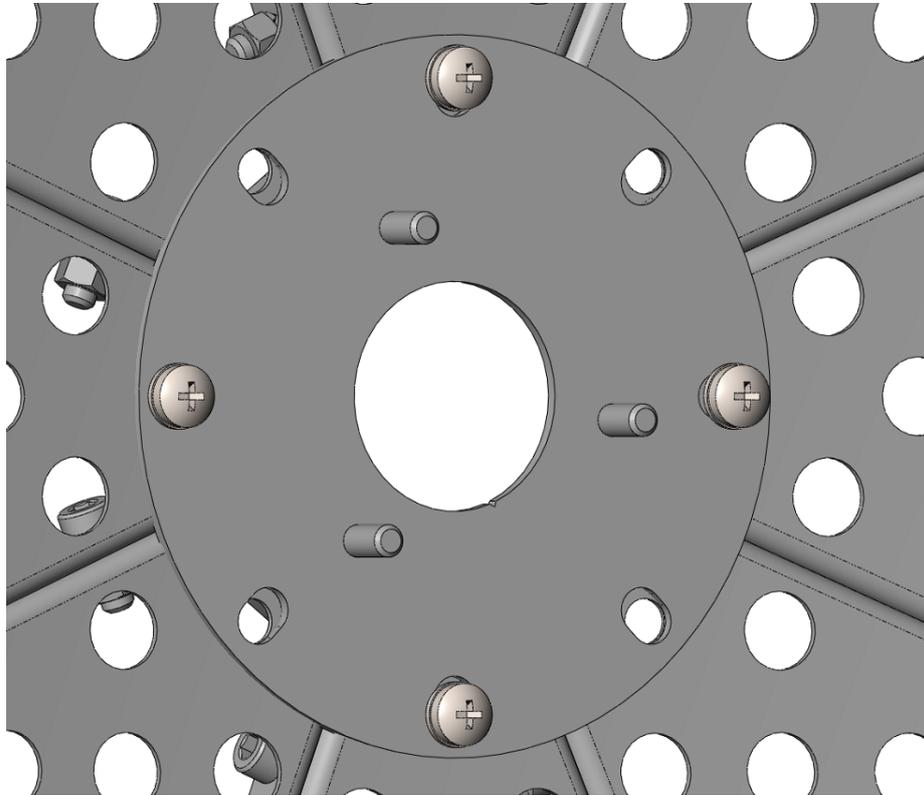

Рисунок 14 – Установка монтажной пластины
8) После сборки рефлектора смонтировать монтажную пластину аналогичным набором крепежа за 4 (четыре) отверстия, как показано на Рисунок 14